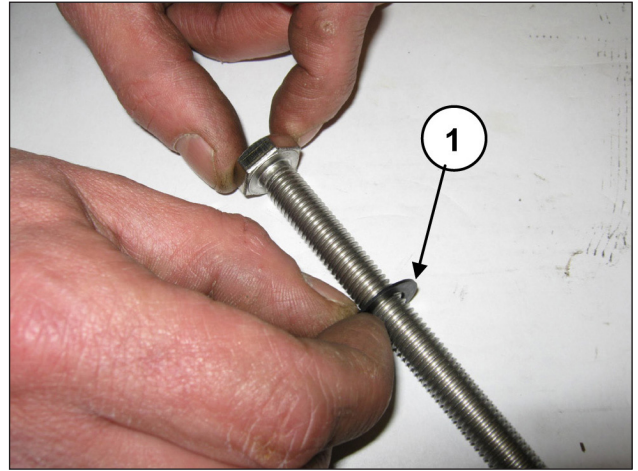

Fig. 176
Insérer la rondelle Ø10x18x0,9 dans la vis de fixation du piston (rep. ①, Fig. 176).